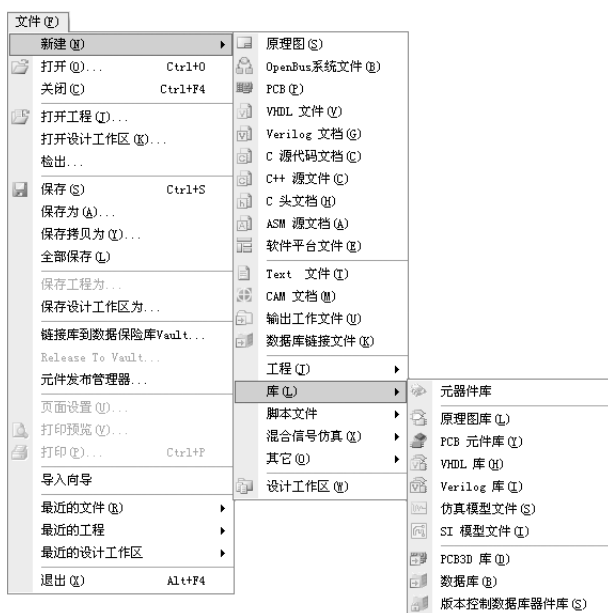

图 11-20 新建一个 PCB 库文件
1) 选择菜单栏中的“文件”→“新建”→“库”→“PCB 文件”菜单命令，如图 11-20 所示，打开 PCB 库编辑环境，新建一个空白 PCB 库文件“PcbLib1. PcbLib”。